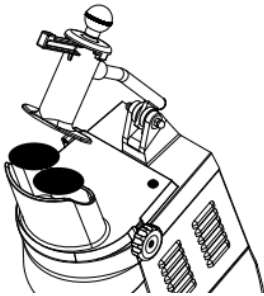
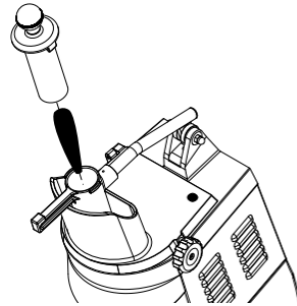

Fig. 12
Fig. 12a.
- a) llene el aparato con los alimentos a cortar a través de la boca en la tapa (ver fig. 12). Introduzca trozos menores (zanahoria, calabacín, etc.) por el tubo de la palanca del prensador (ver fig. 12a). Encienda el aparato con el botón **Inicio "I"** y ligeramente presione la palanca del prensador hacia abajo, al llenar a través del tubo use el empujador.